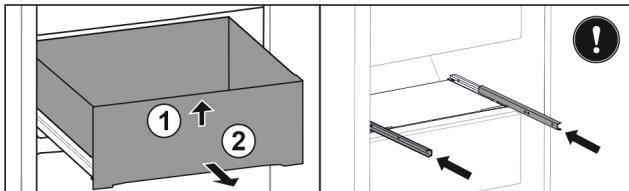

Fig. 123
- Підняти висувний ящик спереду. Fig. 123 (1)
- Вийняти висувний ящик рухом вперед. Fig. 123 (2)